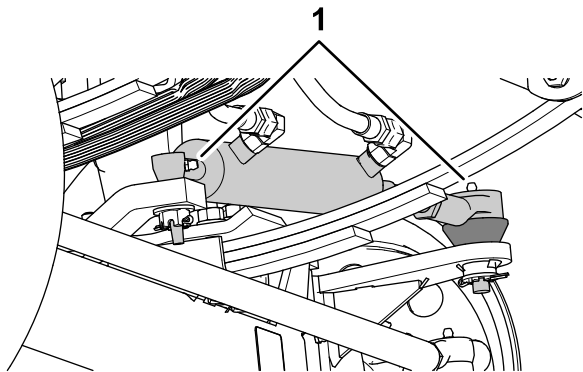
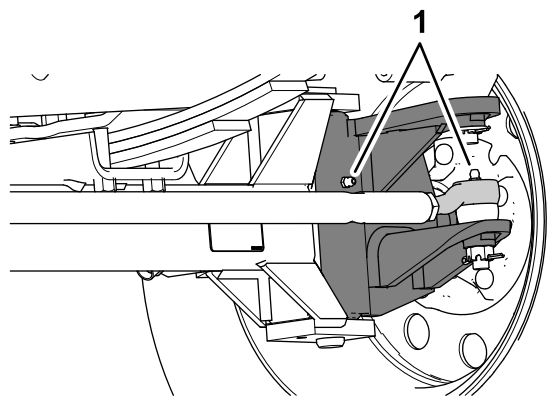

Figure 67
Figure 68
1. Essuyez les graisseurs (Figure 67 et Figure 68).
2. Injectez de la graisse dans les graisseurs (Figure 67 et Figure 68).
Remarque: Les emplacements des graisseurs sont illustrés à la Figure 67.